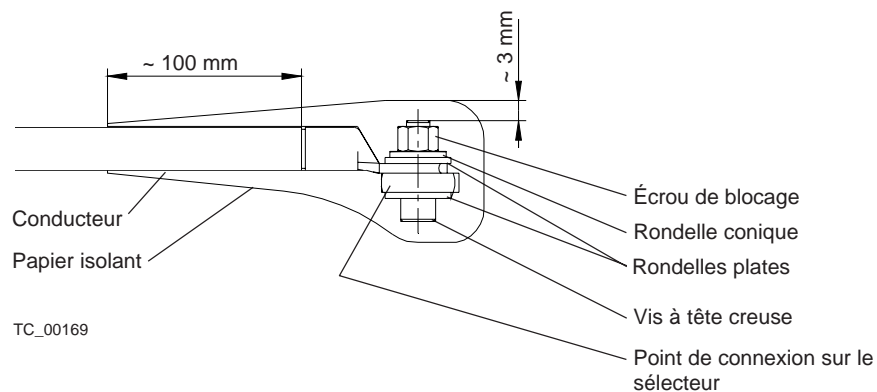

Fig. 10.
11. Si la tension de tenue au choc à la terre dépasse 380 kV, isoler les connexions sur le sélecteur en les entourant de papier isolant sur une épaisseur d'environ 3 mm (voir fig. 10). Le papier doit être de la même qualité que celui utilisé pour l'isolation des conducteurs sur la partie active du transformateur.
11. Si la tension de tenue au choc dépasse 380 kV pour la mise à la terre, isoler les connexions sur le sélecteur en les entourant de papier isolant sur une épaisseur d'environ 3 mm (voir fig. 10).
10. Si la tension de tenue au choc dépasse 380 kV pour la mise à la terre, isoler les connexions sur le sélecteur en les entourant de papier isolant sur une épaisseur d'environ 3 mm (voir fig. 10). Le papier doit être de la même qualité que celui utilisé pour l'isolation des conducteurs sur la partie active du transformateur.